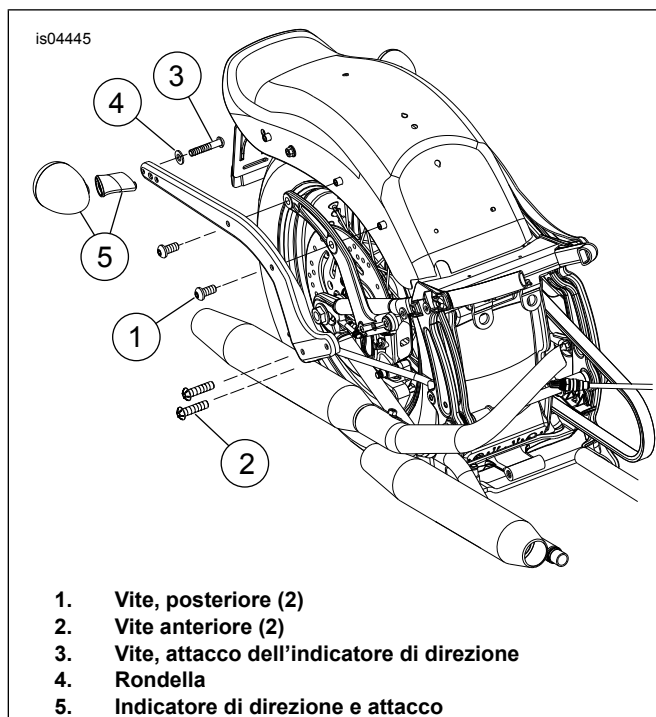

Figura 4. Bulloneria del sostegno del parafrango
6. Vedere Figura 4. Rimuovere le viti posteriori (1) dal sostegno del parafrangente.
7. Allentare, senza rimuovere, le due viti anteriori (2) dal sostegno del parafrangente.
9. Staccare la bulloneria di montaggio degli indicatori di direzione (3, 4) dal sostegno del parafrangente, quindi staccare gli indicatori di direzione dall'attacco (5).